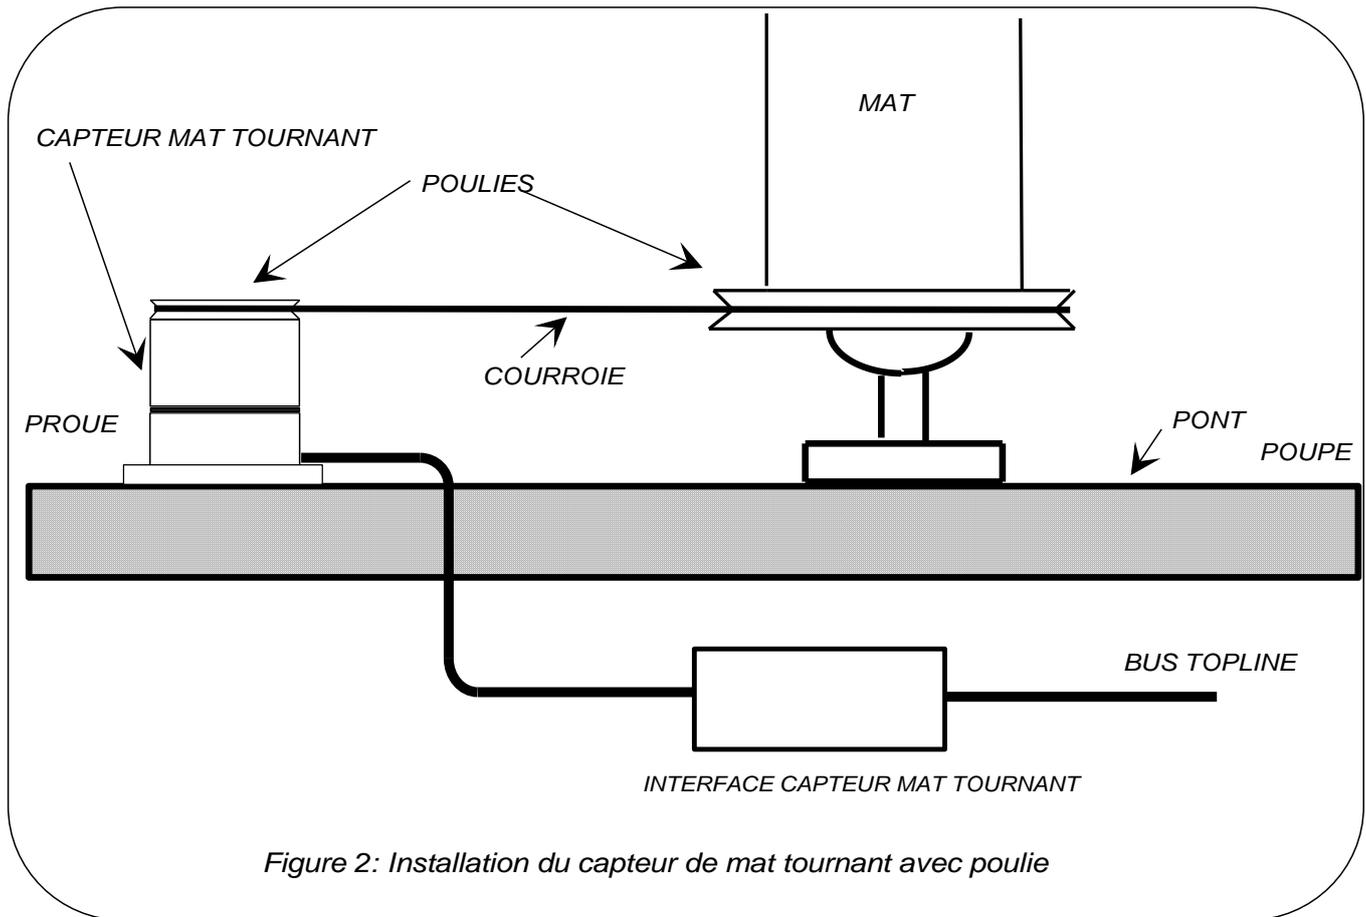

Figure 2: Installation du capteur de mat tournant avec poulie
- Positionner le capteur angle de mat comme indiqué sur la figure 2, fixer le sur le pont à l'aide de 4 vis de $\varnothing 4\text{mm}$